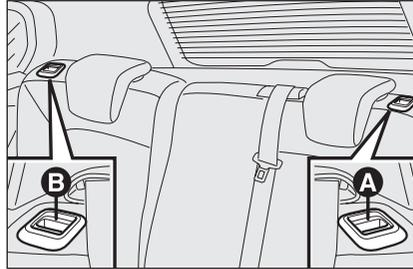

fig. 96
- agir sur les poignées **A** ou **B-fig. 96** pour déverrouiller respectivement la partie gauche ou droite du dossier et accompagner le dossier sur le coussin.
- soulever les poignées **A** et **B-fig. 96** pour débloquer les dossiers et les accompagner sur le coussin.